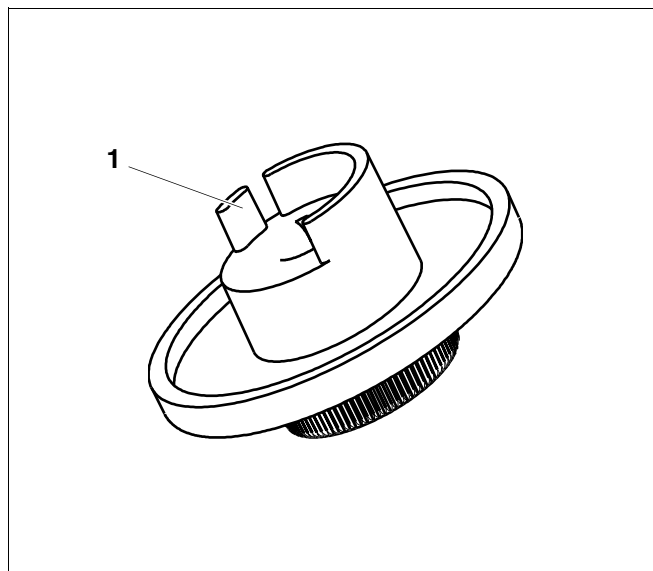

Abb. 4 Einstellknopf
- Anschlagnocken (Abb. 4, **Pos. 1**) abbrechen.